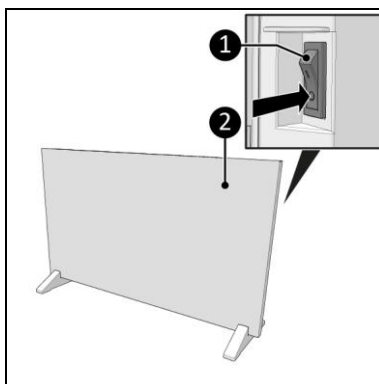

Figure 17
1. Mettez le commutateur ON/OFF sur la position ON (figure 17, pos. 1).
2. L'écran (figure 17, pos. 2) affiche OFF.